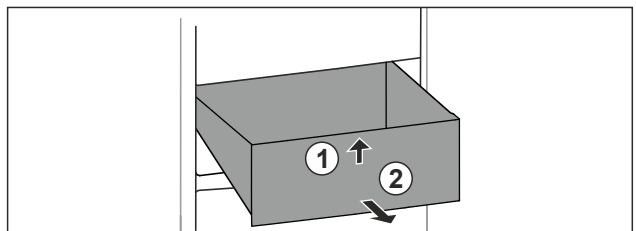

Fig. 69
- ▶ Løft skuffen foran. Fig. 69 (1)
- ▶ Ta ut skuffen framover. Fig. 69 (2)